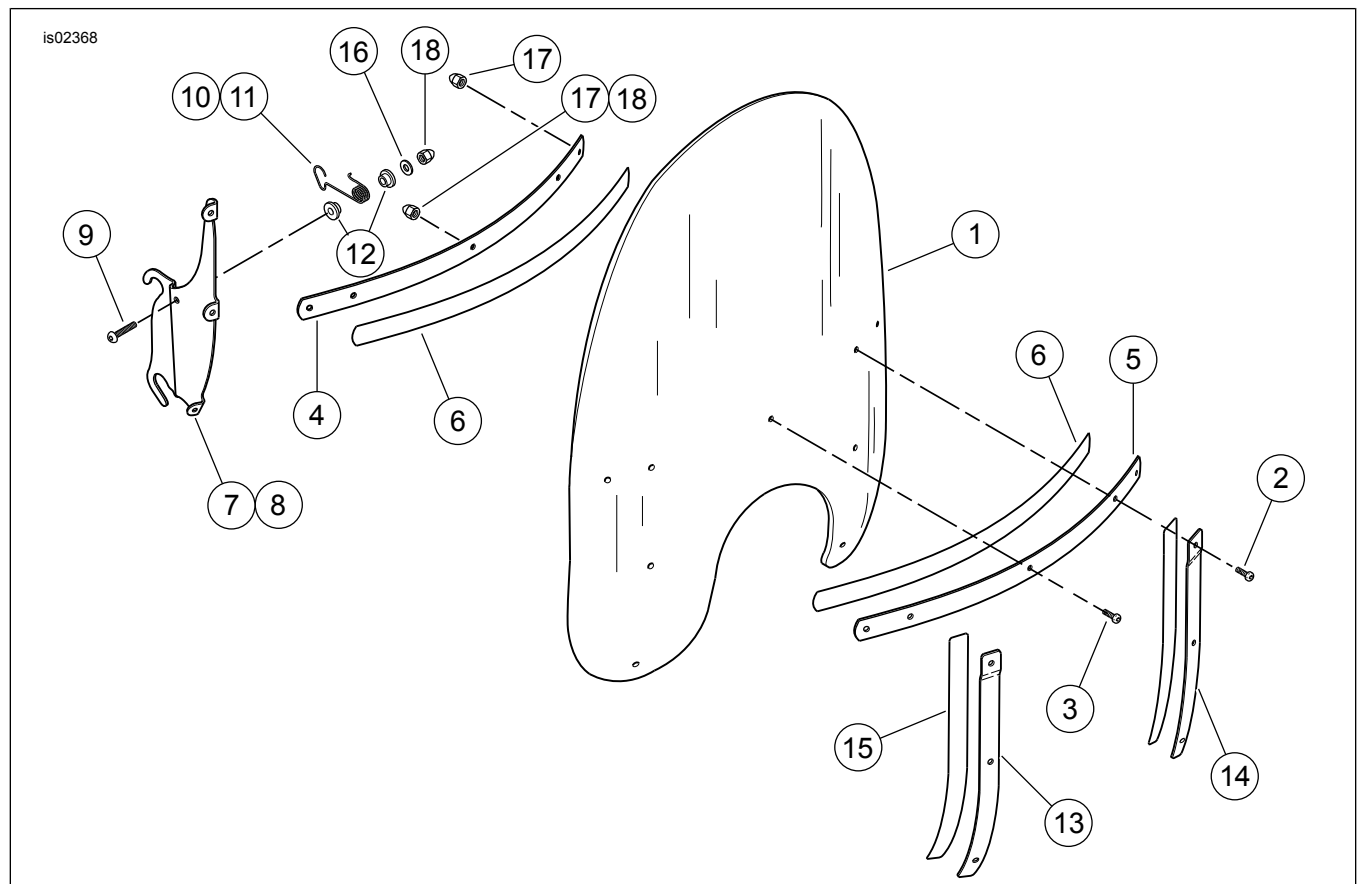
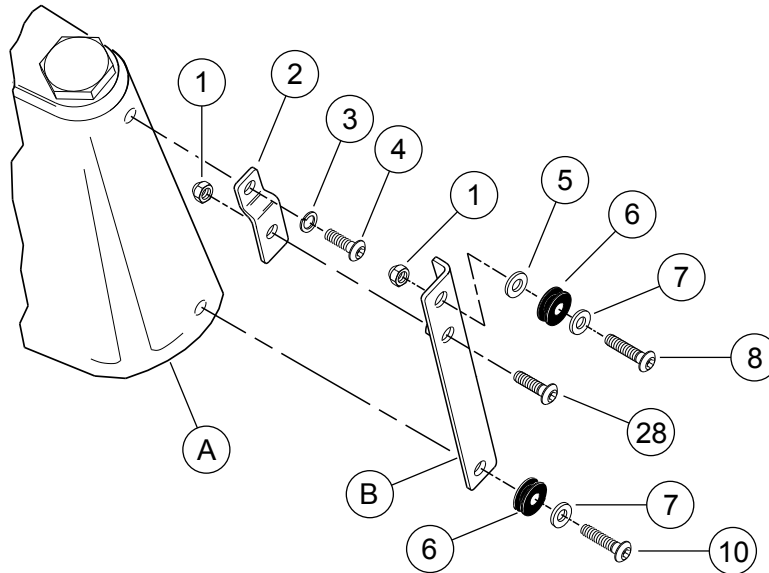

Abbildung 1. Ersatzteile: Windschutzscheibensätze
Abbildung 2. Ersatzteile: Befestigungsteilesatz für Windschutzscheibe
Siehe Abbildung 1 und Tabelle 2, Abbildung 2 und Tabelle 3.
2. Siehe Abbildung 2. Halten Sie die unteren Schrauben der Nebelscheinwerfer-/Überholleuchtenhalterung (10) in Position. Drehen Sie die Oberseiten der linken und rechten Halterungen in Richtung der Rückseite des Motorrads.
3. Eine 3/4 Zoll lange Schraube (9) aus dem Satz in die Schweißmutter an der Nebelscheinwerfer-/Überholleuchtenhalterung eindrehen und auf ein Drehmoment von 10,8 N·m (8 ft-lb) anziehen. Legen Sie die breitere Seite einer Befestigungshalterung (2) auf die Schraubengewinde. Eine Sicherungsmutter (1) auf das Schraubengewinde aufsetzen. Die Sicherungsmutter auf 10,8 N·m (8 ft-lb) anziehen.
6. Platzieren Sie eine Sicherungsscheibe (3) auf eine 1/2 Zoll lange Schraube (4) aus dem Satz. Die Schraube durch die Befestigungshalterung (21) und die dekorative Gabelschutzabdeckung in die Gabelbrücke einsetzen. Ziehen Sie die Schraube mit einem in die obere Öffnung der Nebelscheinwerfer-/Überholleuchtenhalterung eingesetzten Inbusschlüssel an. Festziehen.